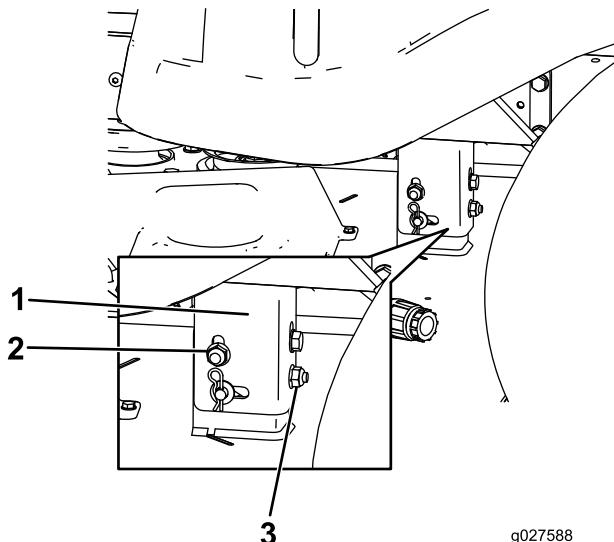

Figure 62
8. Élevez ou abaissez le côté gauche du plateau de coupe en tournant l'écrou arrière (Figure 62).